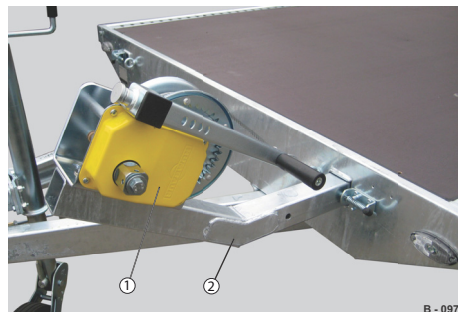

Abb. 38 Variante 1: Seilwinde, umsteckbar
- ▶ Seilwindenbock (Abb. 38/2) positionieren.
- ▶ Handhebel in Parkstellung (Abb. 38) umstecken und sichern.